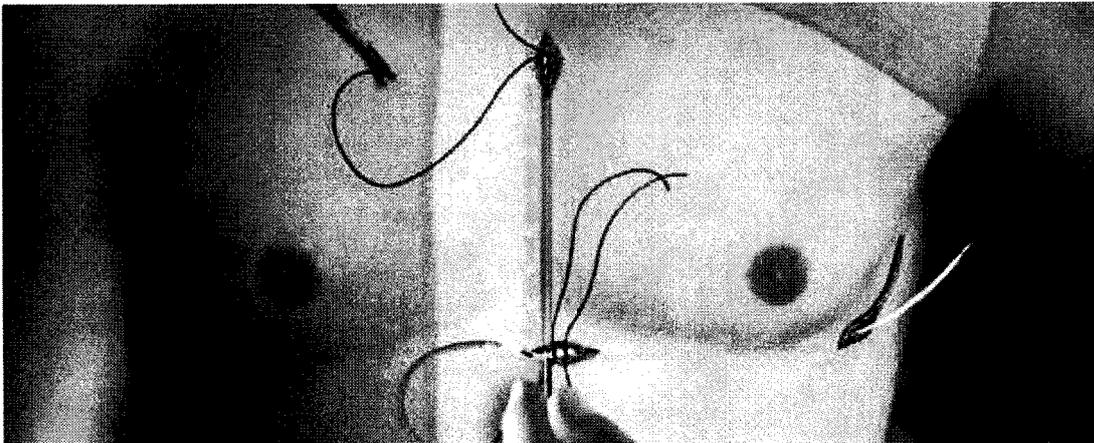

Figura 14: Tunelización a la incisión superior
7. Inserte la punta distal del IIE en la incisión xifoideas y tunelícela de manera subcutánea hacia la incisión superior, permaneciendo tan cerca de la fascia profunda como sea posible (*Figura 14*).